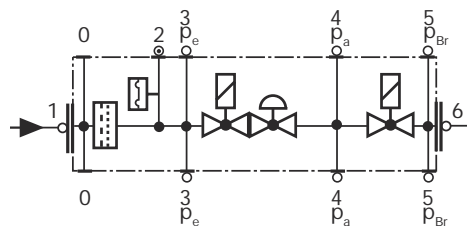

Рис. 60
- Менять фильтр, если разница давления между точками 1 и 3 (Рис. 60) $\Delta p > 10$ мбар.